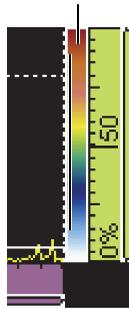

Figure 6-16 Palette de couleurs sur le côté droit du A-scan
1. Touchez longuement la palette de couleurs de l'amplitude (voir la Figure 6-16 à la page 197), et puis sélectionnez **Charger**.
La palette de couleurs s'affiche sur le côté droit du A-scan (voir la Figure 6-16 à la page 197).